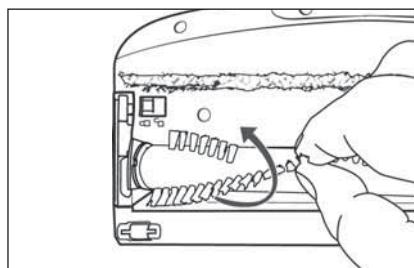

Afb. 23
- 8) Plaats het stofreservoir **6** terug in het apparaat en draai het in de richting van het symbool (sluiten) tot het vastzit in het apparaat (zie afb. 23).